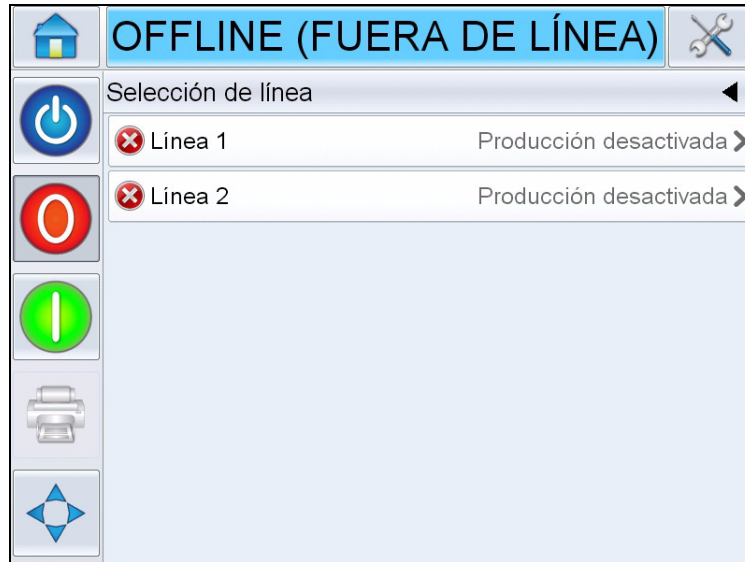

Figura 6-16: Selección de línea
- a. Seleccione *Line 1* (consulte la Figura 6-16).